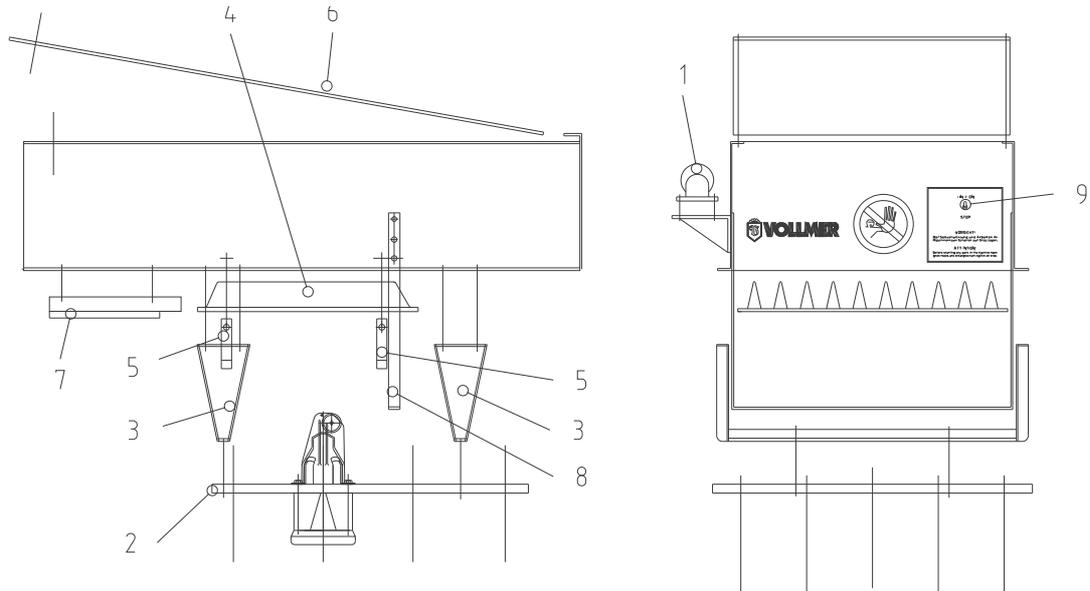
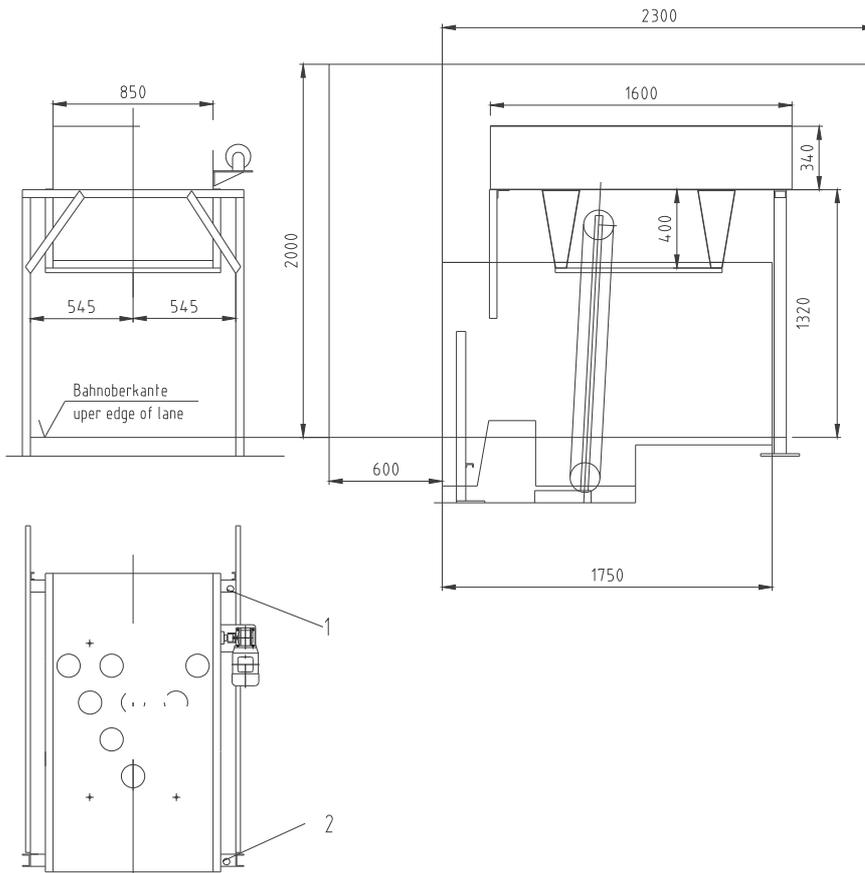
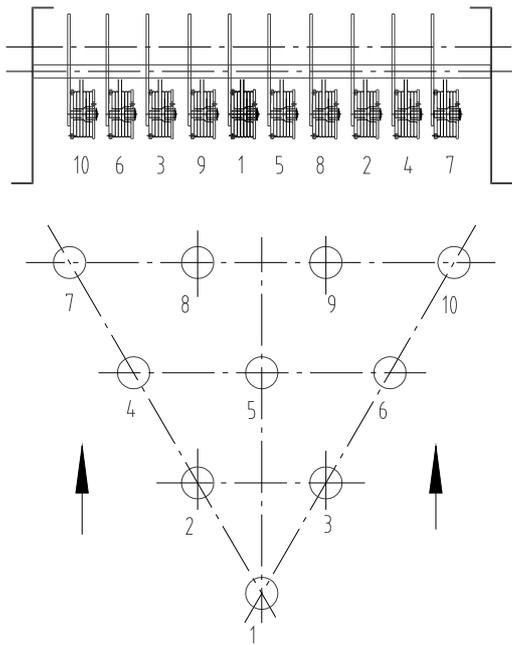
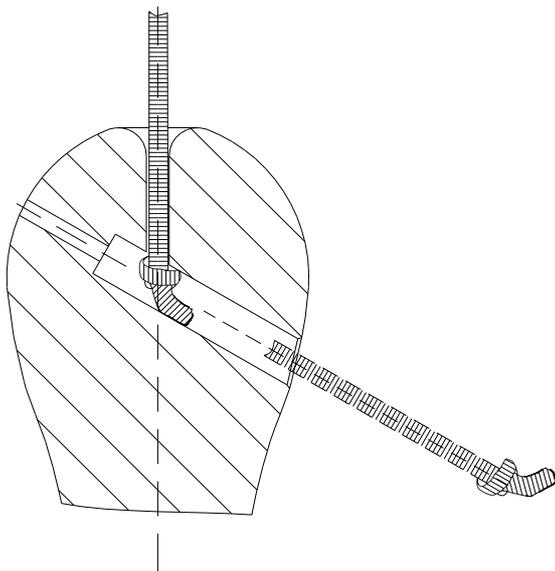

Abbildung 1
Abbildung 2
Abb. 3
Abb. 5
Durch geschlossene Bauweise ist ein Hineingreifen in die beweglichen Teile des Pinsetter ausgeschlossen. Wenn die vordere Abdeckung zum Nachstellen der Seile geöffnet werden muß, so ist vorher der Sicherheitsschalter (9) Abb. 1 an der vorderen Abdeckung auf "Stop" zu legen.
3. Transport (Abb. 1)
Der Platzbedarf für Betrieb und Instandhaltung kann aus Abb. 2 entnommen werden.
Der Pinsetter wird auf die nach Abb. 2 vorbereiteten Automatenträger (1) und (2) aufgelegt und die vor dem Transport entfernten Teile Abb. 1 (1) - (8) werden wieder an dem Pinsetter befestigt. Die Pinseile werden nach Abb. 3 und 4 verlegt und mittels Knoten an den Pins Abb. 5 befestigt. Den Pinsetter auf den Automatenträgern so ausrichten, daß die Pins genau auf die Pin Standplatte der Bowlingbahn passen. Prüfen, ob der Pinsetter in der Waage liegt. Toleranz quer $\pm 1,5$ mm, Toleranz längs ± 5 mm. Im Bedarfsfall kann durch Unterlagescheiben die geforderte Toleranz erreicht werden. Wichtig ist, daß der Pinsetter noch daraufhin geprüft wird, ob beim Transport oder bei der Montage eine Längsschiebung der Seitenwände eingetreten ist, im Bedarfsfall ausrichten. In dieser ausgerichteten Lage mit 4 Stück Sechskantschraube M 10x20 den Pinsetter durch die Langlöcher mit den Trägern verschrauben.
- Pin (3) aufstellen und danach den Schalter (9) Abb. 1 an der Frontseite des Pinsetter auf Stop legen. Sechskantschrauben (1) herausdrehen, alten Aufnahmeflansch (2) entfernen und durch neuen ersetzen. Sechskantschrauben (1) wieder anziehen.
- Den Pin (3) mit dem Seil (4) von Hand in die Zentrierung ziehen und langsam wieder auf die Pin Standplatten hinunter lassen. Wird der Pin dann nicht mittig auf der Pin Standplatte auf-gesetzt, so müssen die Sechskantschrauben (1) wieder etwas gelöst und die Zentrierglocke (5) so verschoben werden, daß der Pin mittig auf der Pin Standplatte aufsetzt. Sechskant-schrauben (1) wieder anziehen.
- Bei Arbeiten im Pinsetter-Raum muß der Schalter (9) Abb. 1 an der Frontseite des Pinsetter auf "Stop" gelegt werden. Bei Nichtbefolgen dieser Anweisung ist es möglich, daß beim Einziehen der Pin (3) Abb. 7 in die Zentrierung (2) und (5) Abb. 7 Personen, die sich in diesem Bereich aufhalten, von den Pin (3) Abb. 7 einen Stoß erhalten.